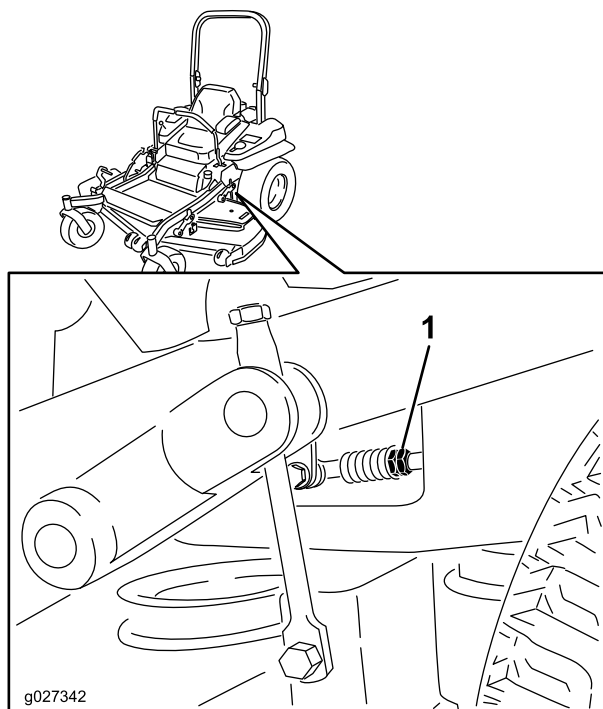

Figure 86
- Réglez la longueur des tiges de pompes en tournant les doubles écrous dans le sens voulu jusqu'à ce que les roues tournent légèrement en marche arrière (Figure 86).